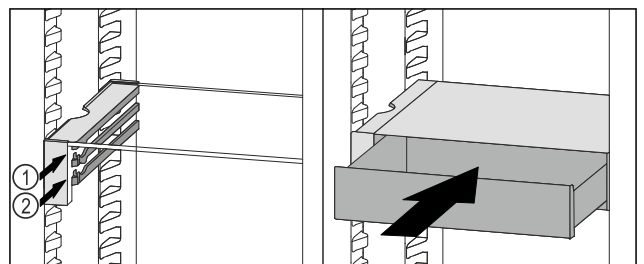

Fig. 100
- ▶ Posizionare il cassetto VarioSafe dietro i tappi sulla nervatura desiderata Fig. 100 (1) o Fig. 100 (2).